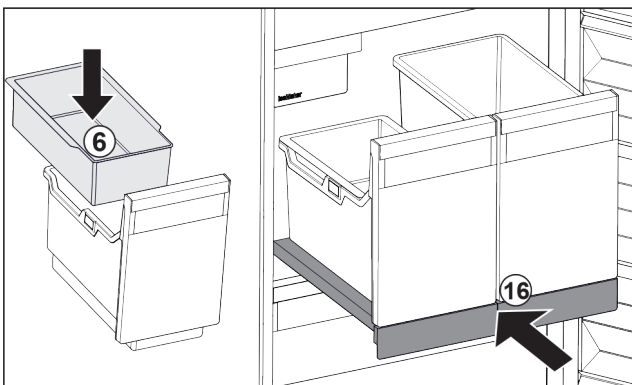

Fig. 96
- ▶ Installer le balconnet Fig. 96 (6) pour glaçons.
- ▶ Rentrer le compartiment coulissant avec le bac (IceTower). Fig. 96 (16)